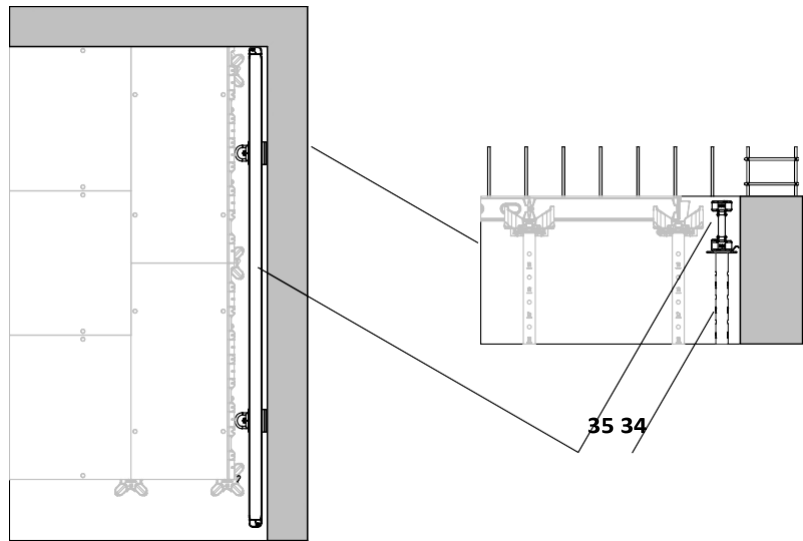
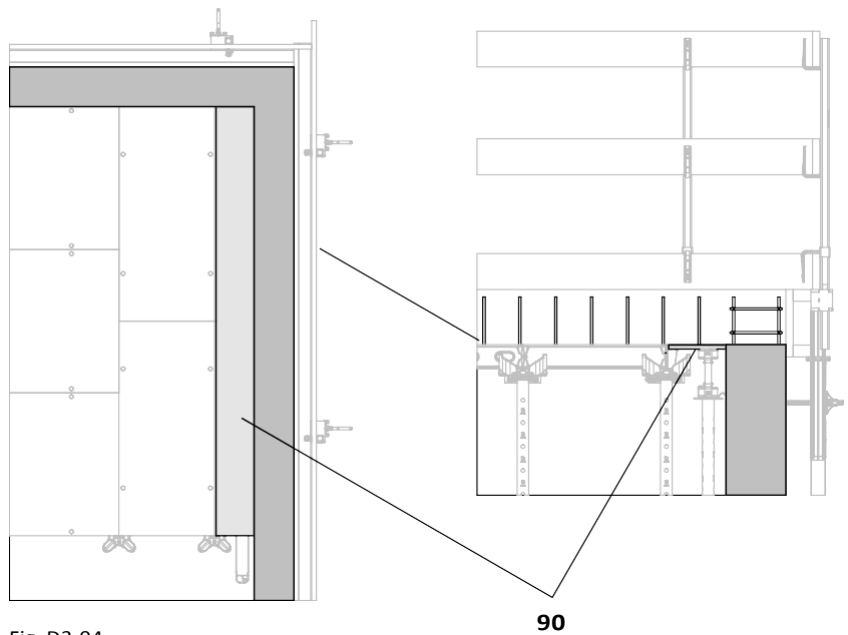

Fig. D3.03
Fig. D3.04
6. Издигнете подпори (34) с кръстата глава за приближаване на трегера VT 20 (35) възможно най-много до стената. (Fig. D3.03)
7. Запълнете областта за изкърпване с вложки 18 mm (90), и осигурете трегера VT 20 отгоре с пирони.
8. Завийте отдолу вложките през отворите за изравняващата опора с винтове Torx 5 x 15. (Fig. D3.04)